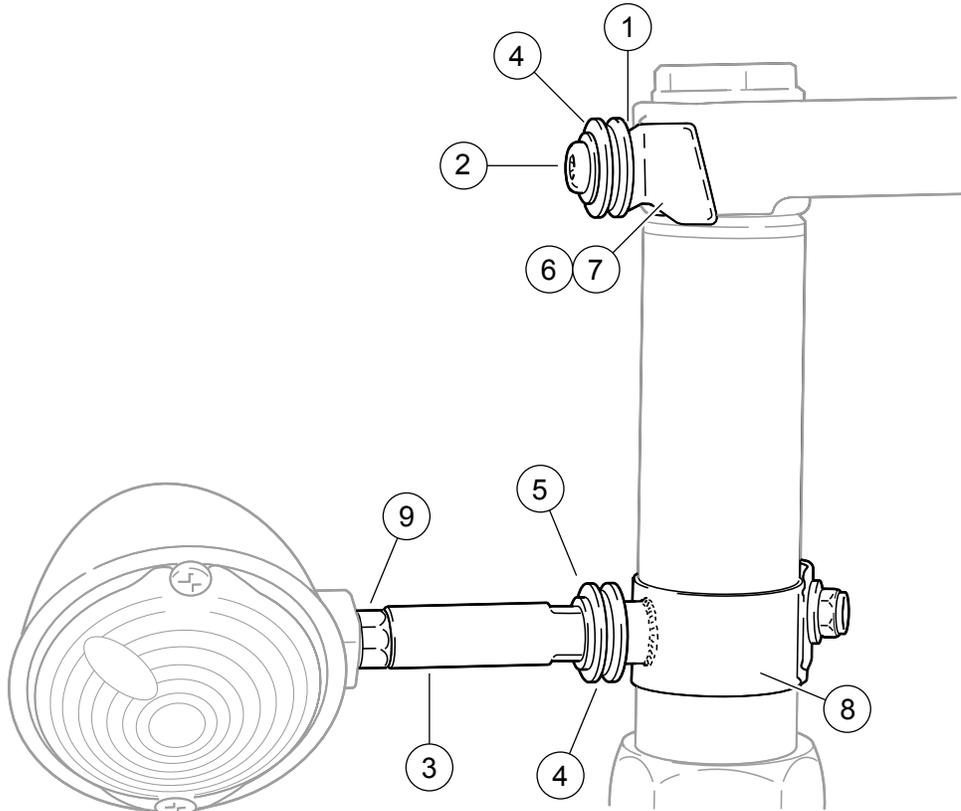
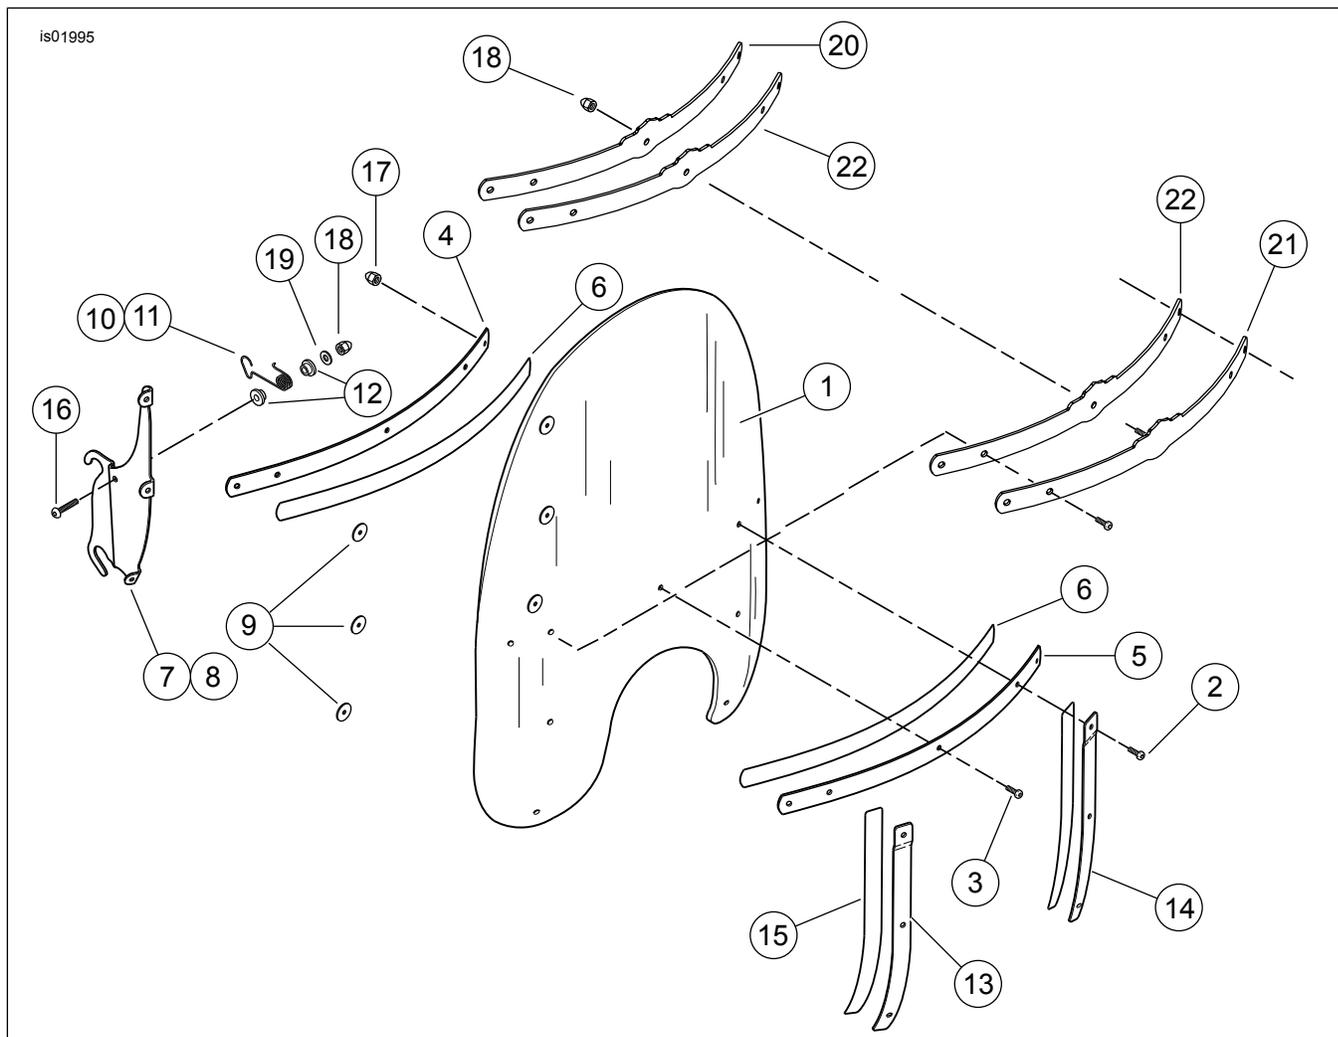
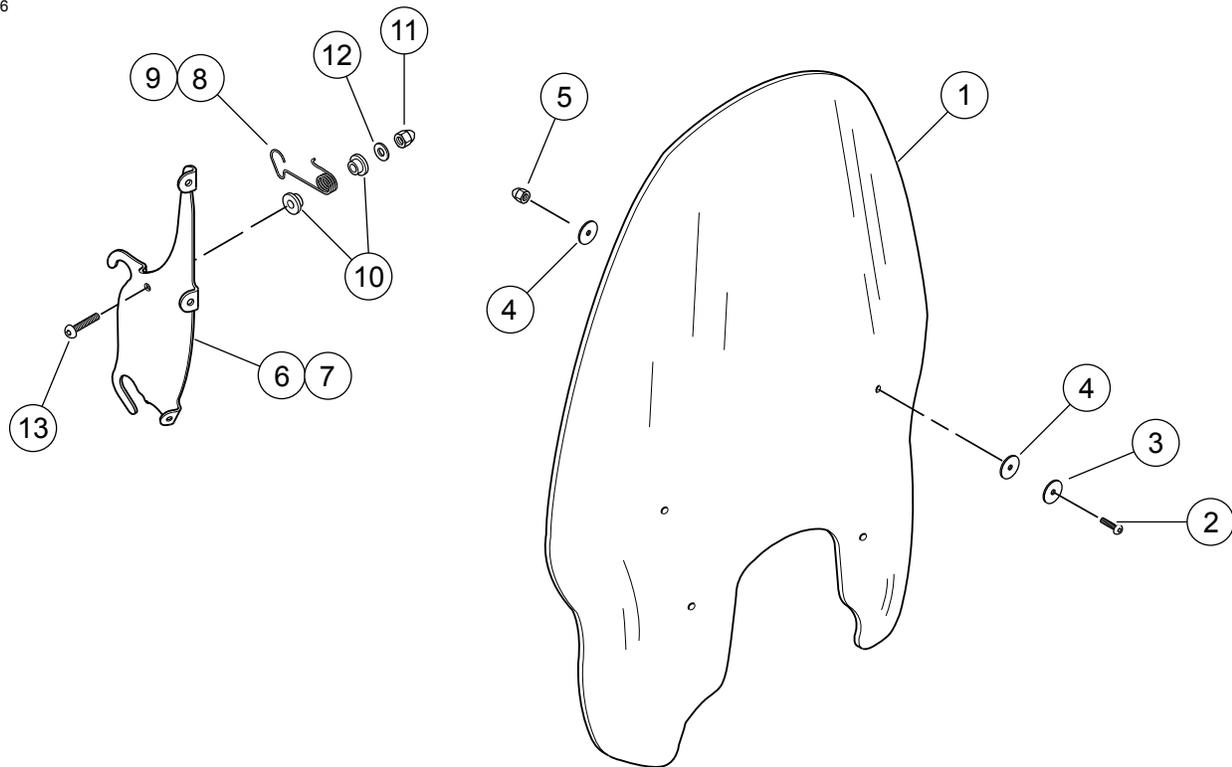

Figura 5. Parti di ricambio: Bulloneria di ancoraggio
Figura 6. Parti di ricambio: Parabrezza
Figura 7. Parti di ricambio: Kit parabrezza
Vedere Figura 5, Tabella 2 e Figura 6, Tabella 3 e Figura 7, Tabella 4.
3. **Su tutti i modelli tranne FXSTB:** Rimuovere la luce dell'indicatore di direzione dal lato destro del manubrio (lato del freno). Rimuovere la sede della sfera dal gruppo indicatore di direzione. Installare la rondella di sicurezza (12) e il dado cieco cromato (11) presi dal kit sull'estremità dello stelo dello specchietto per tenere lo specchietto in posizione.
7. Vedere Figura 5. Assemblare la bulloneria di montaggio per l'attacco inferiore del parabrezza, come mostrato in figura. Assemblare i componenti nel seguente ordine, lasciandoli allentati:
- a. Individuare la bulloneria di montaggio fornita nel kit bulloneria di ancoraggio. Infilare il controdado (9) dal kit di montaggio sull'estremità dell'isolatore dell'indicatore di direzione (3) opposta all'estremità con le parti piatte.
- c. Collocare la rondella piatta (5) e la boccia (4) sull'isolatore.
- d. Infilare il morsetto (8) sull'isolatore.
8. Vedere Figura 5. Assemblare la bulloneria per l'attacco superiore del parabrezza, come mostrato in figura, e serrare le viti a testa bombata ad un coppia di 20 N·m (15 ft-lbs). Il distanziale (1), non visibile nella figura, si inserisce tra la staffa di supporto (6, 7) e la piastra superiore della forcella.